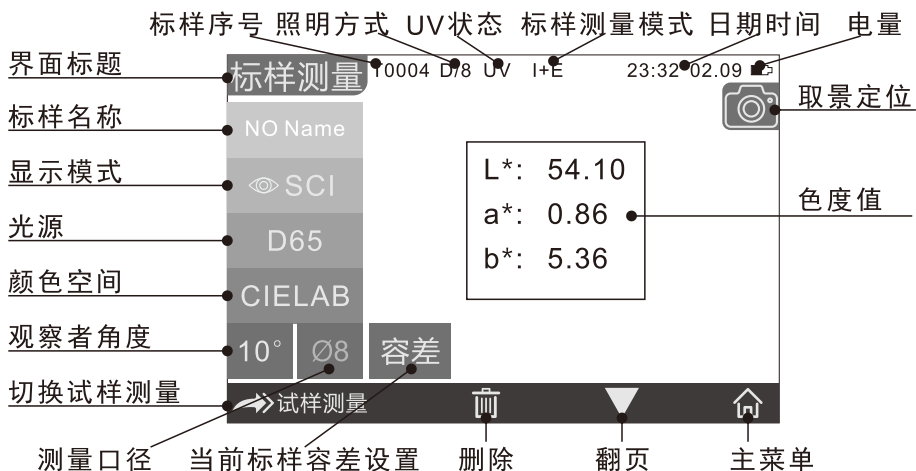
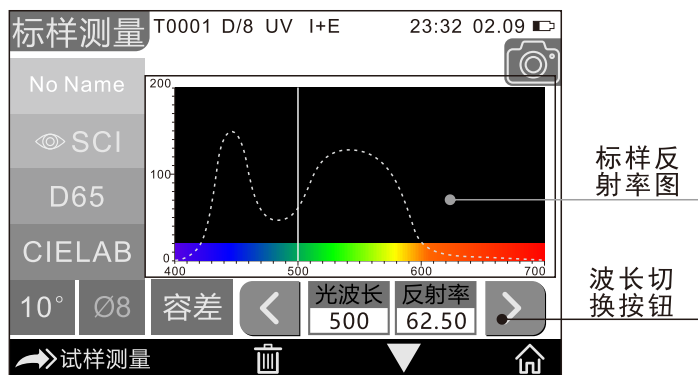

图10 标样测量界面
图11 标样反射率光谱图界面
在标样测量界面，将仪器测量口径对准被测样品，贴紧，轻轻按压测试按键，蜂鸣器会“滴”的一声，同时伴随LED指示灯由黄色变为绿色，代表本次测试完成。测试完成后界面如图10、图11所示，下面就标样界面做详细说明。
15) 波长切换按钮：如图11，点击“”“”按钮，当前测试样品光波长和反射率以间隔10nm的频率进行切换。